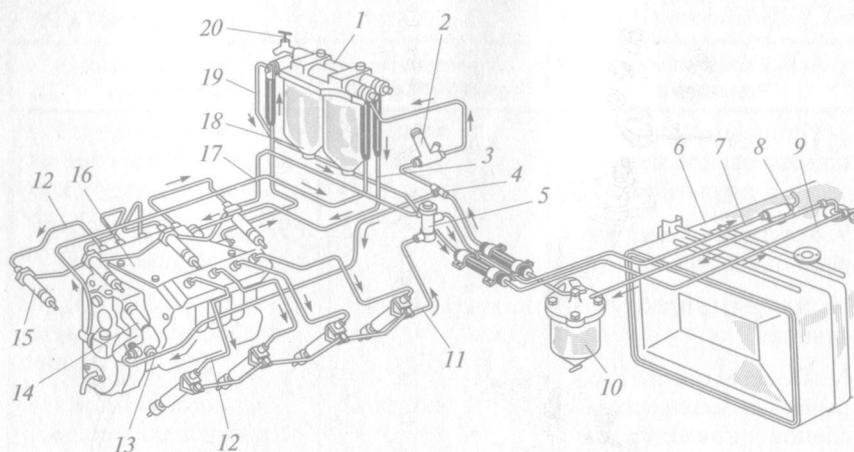
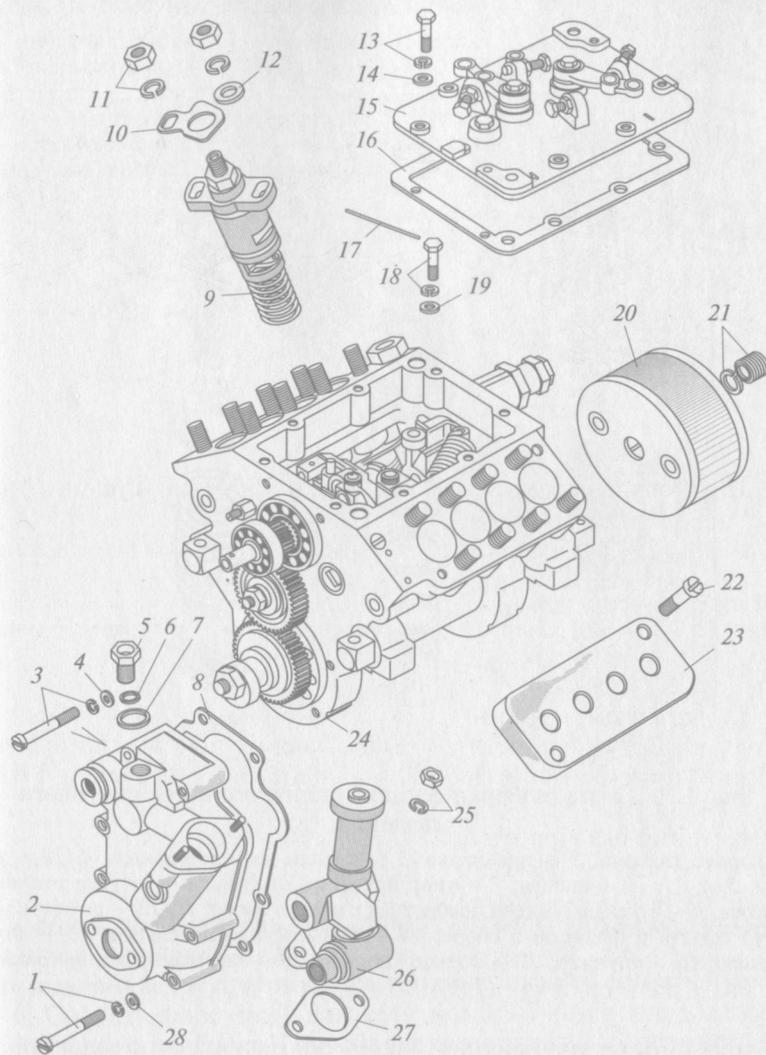

Рис. 1.18. Топливная система двигателя КамАЗ-740 (четырёхтактного дизеля):
Рис. 1.19. Схема разборки топливного насоса высокого давления:
**Иллюстративный материал** — рис. 1.18—1.21, учебные плакаты системы питания двигателя КамАЗ-740.
1. Изучить схему питания двигателя КамАЗ-740 топливом, устройство и работу его агрегатов. Для изучения использовать схему топливной системы двигателя КамАЗ-740 на рис. 1.18 и схему ТНВД на рис. 1.19.